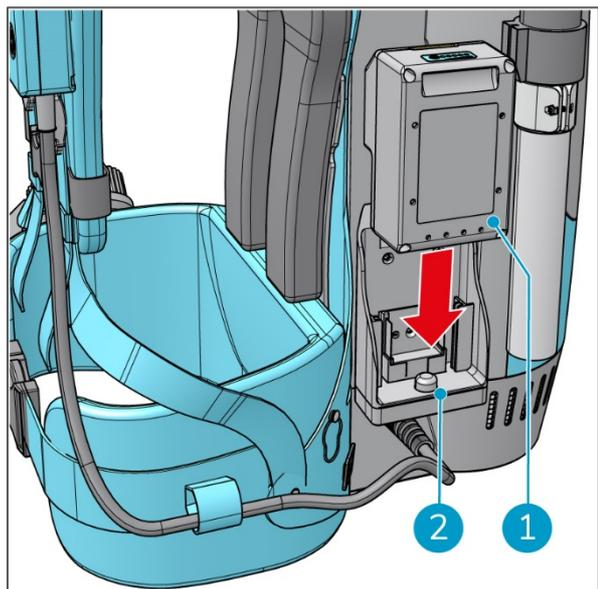

Figura 12
1. Inserire la batteria (Figura 12, pos 1) nello slot (Figura 12, pos 2), fino a quando non si sente un "clic". La batteria è ora fissata. Ripetere questa operazione per la seconda batteria.